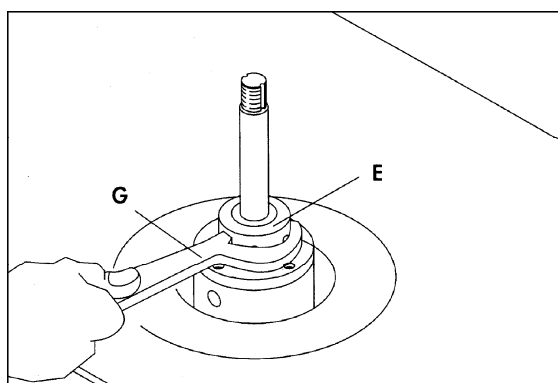

Рисунок 4
7. Используйте поставляемый ключ (G, рис. 4), чтобы затянуть гайку шпинделя (Е, рис. 4).